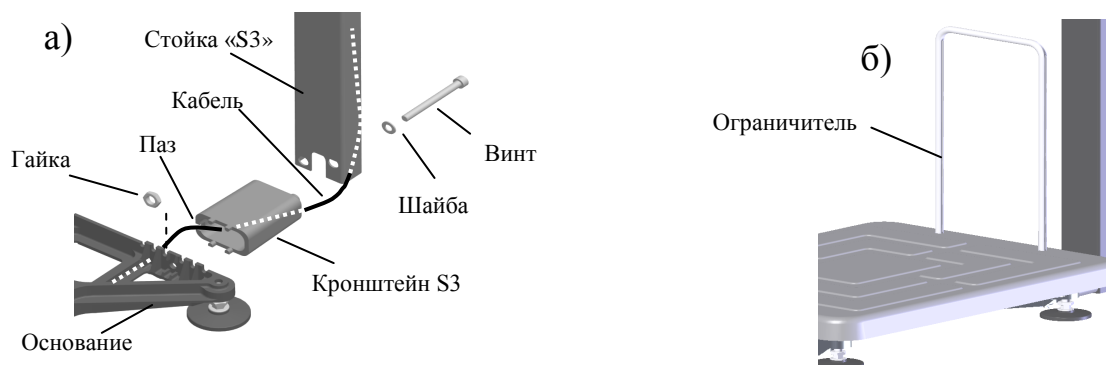

Рис. 5.2 - Крепление прямоугольной стойки к модулю ТВ-S\_
- Протянуть кабель через кронштейн и стойку (см. Рис. 5.2 а).
- Плотно вставить в отверстия платформы ограничитель, Рис. 5.2 б.